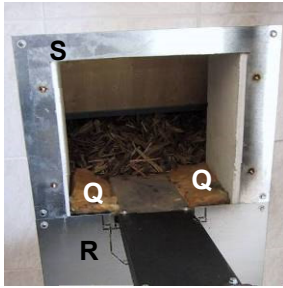

Abb.12
- Die Austragschnecke unten mit Steinwolle ausfüllen. Siehe (Q) Abb.12
- Die Abdeckplatten (R) innen und außen montieren. Siehe Abb.12
- Das Abdeckplattenoberteil (S) befestigen. Siehe Abb.12